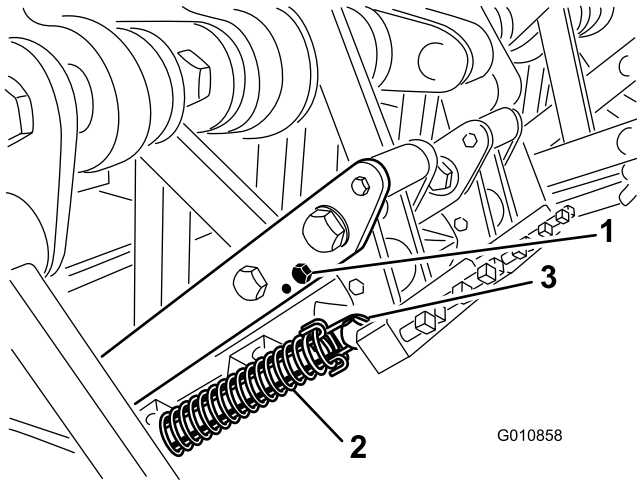

Figura 28
3. Desconecte el muelle tensor del cabezal de taladros (Figura 28).
4. Retire el perno del tope y el tope del brazo de acoplamiento, y colóquelos en el otro taladro de ajuste (Figura 28).